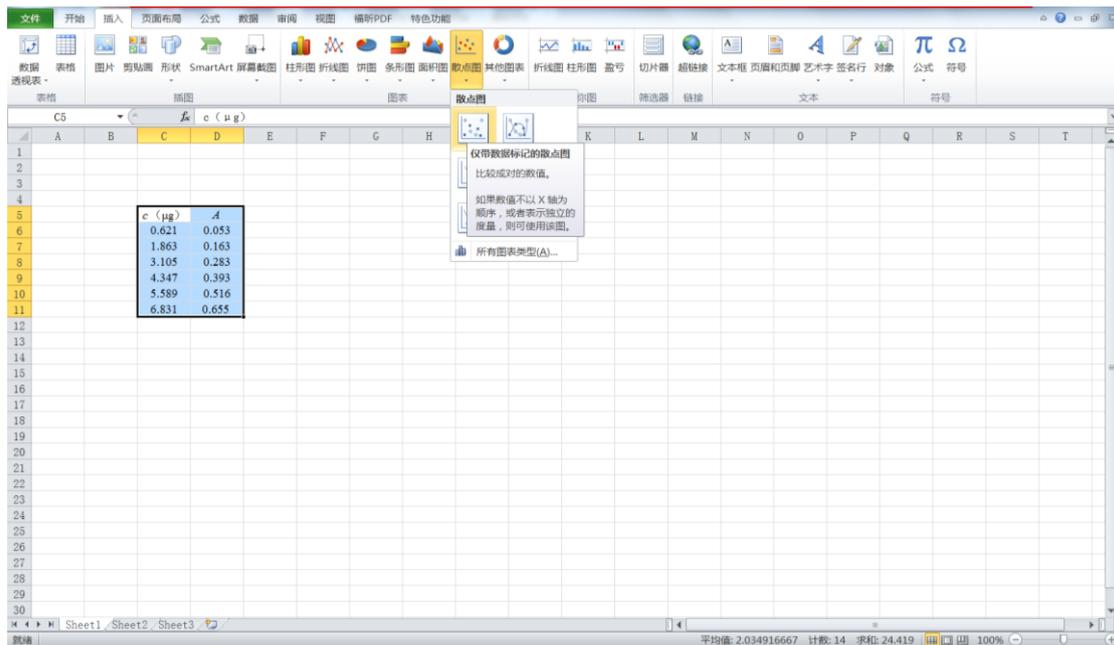

图 2
2、选中数据，依次点击工具栏“插入”、“散点图”、“仅带数据标记的散点图”，如图 2 和 3；